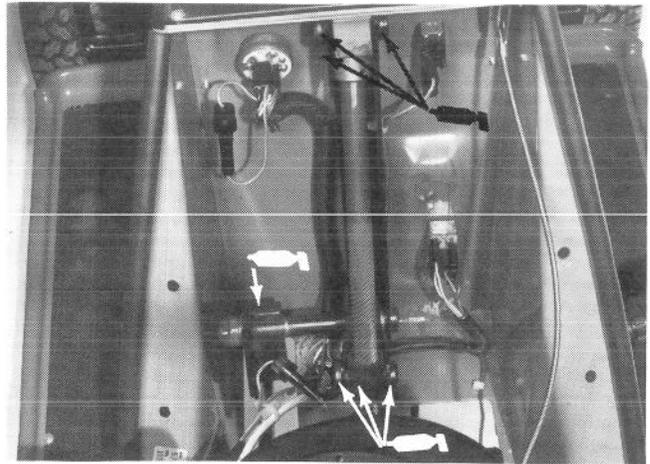

Abbildung 9
Das Lenkgestänge und die Gelenke alle 25 Stunden mit einigen Tropfen SAE 10 oder WD-40 Sprühöl abschmieren (Abb. 9). Um die untere Mitläufergruppe besser zugänglich zu machen, die Vorderräder ganz nach links ausschlagen, wodurch die untere Mitläufergruppe unter den Tank gestellt wird.
**Hinweis:** Zur besseren Erkennung der eine Schmierung erfordernden Stellen wurde der Kraftstofftank in Abb. 9 entfernt. Zum Abschmieren des Lenkgestänges muß der Kraftstofftank jedoch nicht entfernt werden.